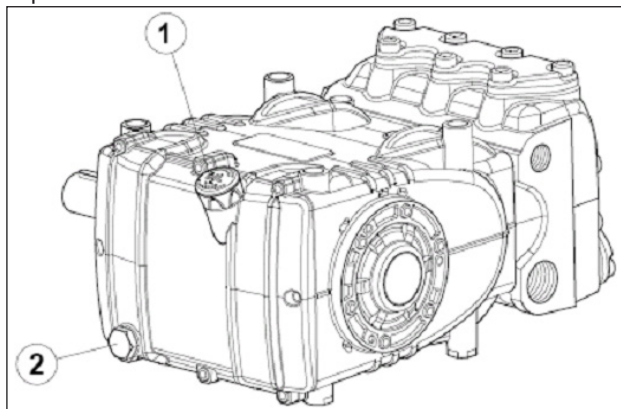

Fig. 3
Dall'asta livello olio pos. ①, Fig. 3.
Il controllo corretto del livello dell'olio si esegue con la pompa a temperatura ambiente, il cambio dell'olio va eseguito con pompa a temperatura di lavoro rimuovendo: l'asta livello olio pos. ①, e successivamente il tappo pos. ②, Fig. 3.
Utilizzare una sonda di temperatura da infilare all'interno del tappo scarico olio pos. ② Fig. 3. Vedere manuale "PROTEZIONE ANTIDIFLAGRANTE ATEX".